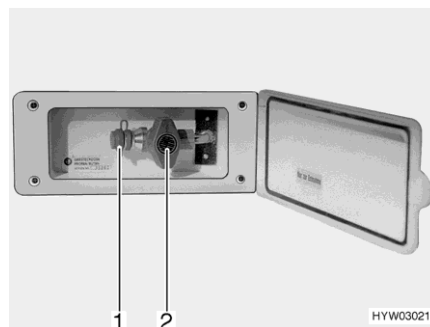

Bild 110 Externer Gasanschluss
- Externes Gasgerät an der Anschluss-Stelle (Bild 110,1) anschließen.
- Das Gasabsperrentil (Bild 110,2) öffnen.